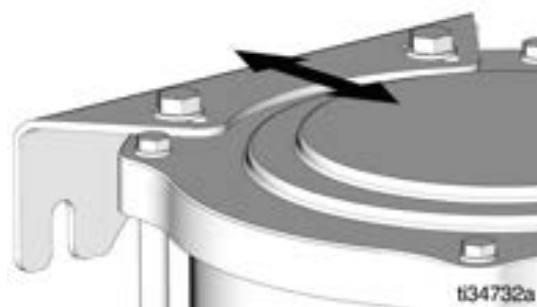

图 5
- 使用五 (5) 个紧固件（随配），将 G3 泵固定到安装表面上。底部支架使用三 (3) 个紧固件，顶部支架使用两 (2) 个紧固件。
- 调整顶部安装支架，如有必要，将支架与安装表面对齐（图 5）。